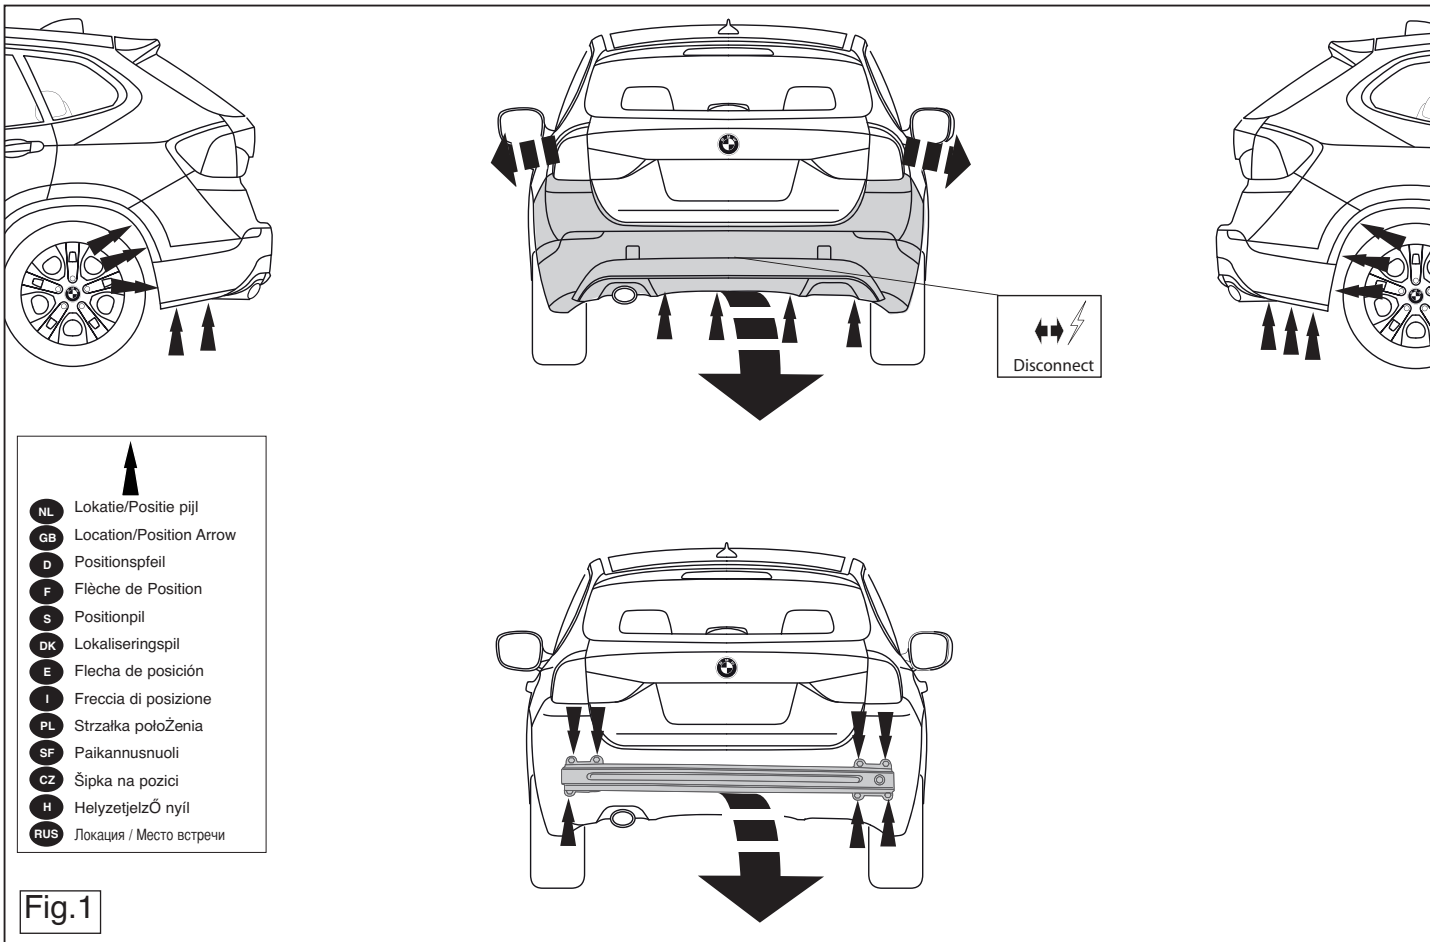

Fig.1
2. Снять бампер вместе со стальным буферным брусом автомобиля буферный брус больше не понадобится. См. рисунок 1.
13. Установить бампер. (см. рис. 1+1а).